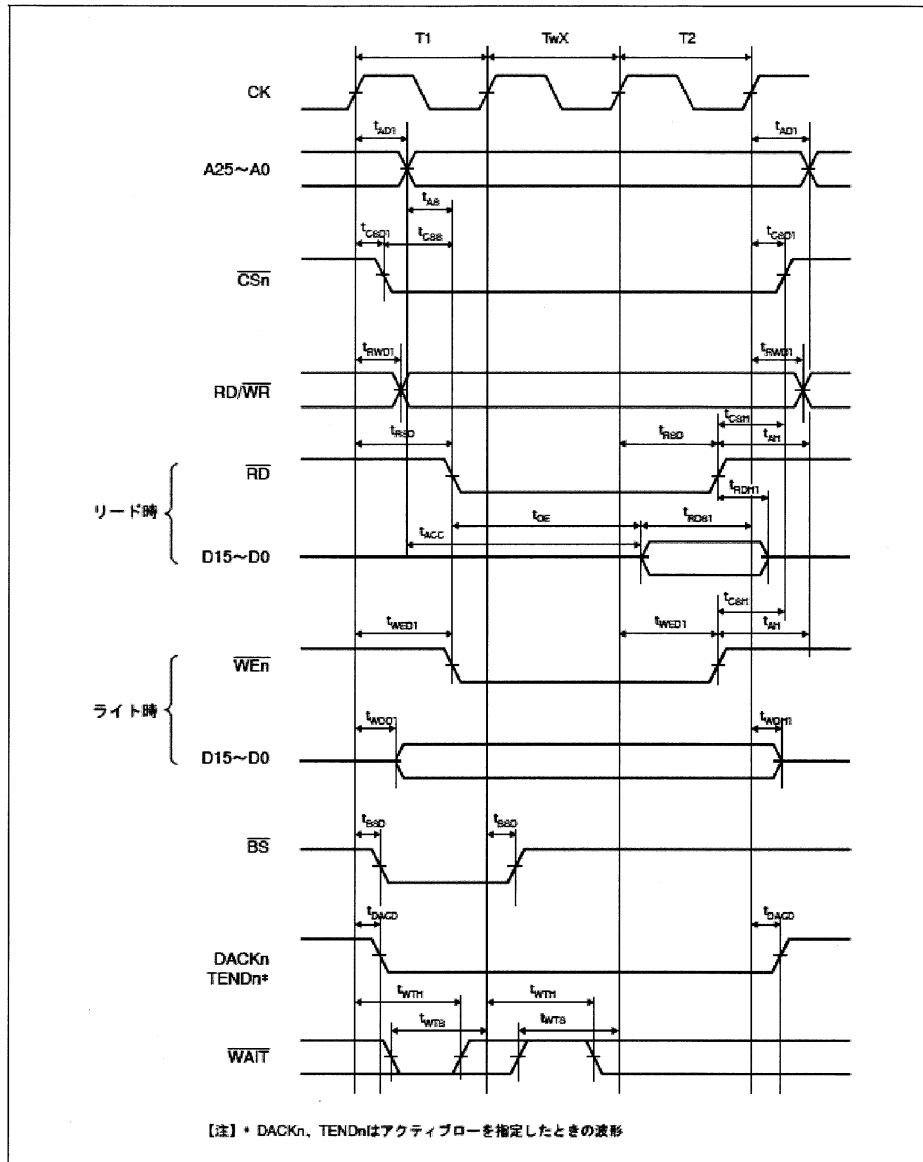

図 27.14 通常空間基本バスサイクル(外部ウェイト1挿入)
8. 図 27.14 通常空間基本バスサイクル(外部ウェイト1挿入)
【訂正前】(ハードウェアマニュアル 第2版 図 27.14)